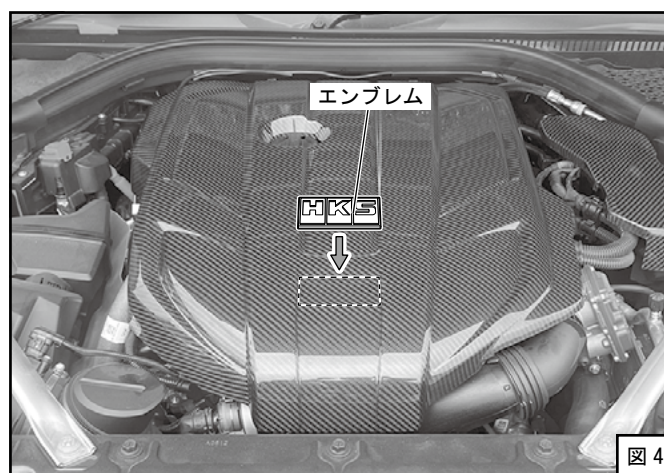

図 4
- (5) エンジンカバーを車輦に取付けてください。（図4）
- (6) 貼付け箇所を脱脂してエンブレムをエンジンカバーに貼付けてください。（図4）